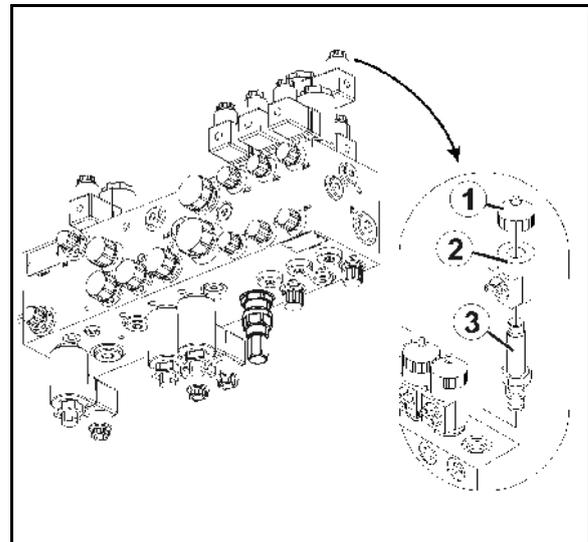

Fig. 95
1. Desenroscar la tapa del imán (Fig. 95/1)
2. Retirar la bobina magnética (Fig. 95/2)
3. Extraer la barra de válvula (Fig. 95/3) con los soportes de válvula y limpiarla con aire a presión o aceite hidráulico.